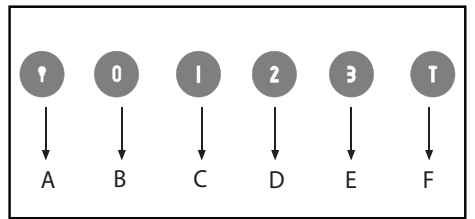

Fig.13
• **Comandi luminosi (Fig.13)** la simbologia è di seguito riportata: